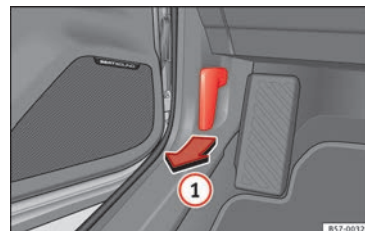

Fig. 9 Leva di sblocco nel vano piedi del lato conducente.
• Apertura del cofano del vano motore: tirare la leva posta al di sotto del cruscotto » **fig. 9 ①**.